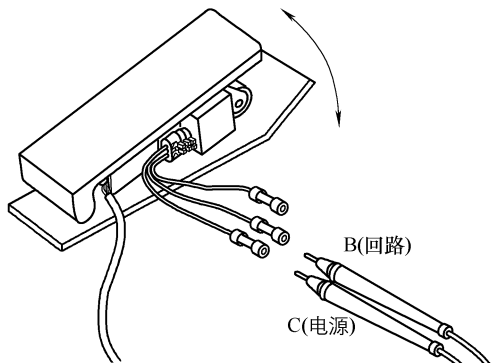
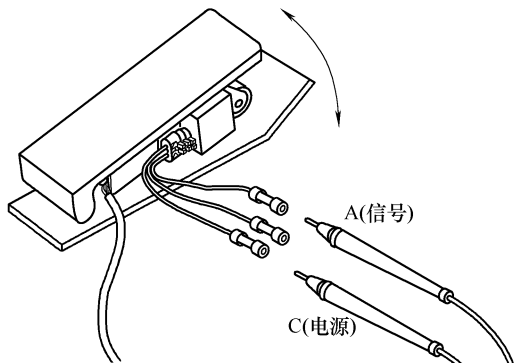

图 3-10 测量电源(C)与回路(B)之间的电阻插头。
图 3-11 测量电源(C)与信号线(A)之间的电阻
① 断开钥匙开关，从加速踏板位置传感器上断开 OEM 线束。
② 当松开与踩下加速踏板时，测量电源与回路之间的电阻(图 3-10)，应为 250 ~ 3000Ω，若不合格，更换加速踏板位置传感器。
② 踩下并松开加速踏板，测量电源线与信号线之间的电阻(图 3-11)，松开时，电阻应为 1500 ~ 3000Ω；踩下时，电阻应为 250 ~ 1500Ω。若不合格，更换加速踏板位置传感器。
① 断开钥匙开关，将 OEM 线束连接到加速踏板位置传感器上，从 ECM 上断开 OEM 线束